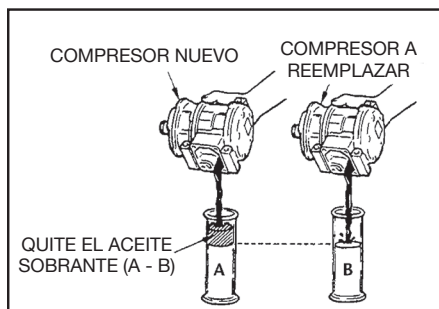

figura 1
**NOTA:** El compresor contiene una carga completa 'de sistema' de lubricante refrigerante, pero usted debe comparar el nivel del lubricante del compresor entre el compresor nuevo y el que está reemplazándose (Ver figura 1).